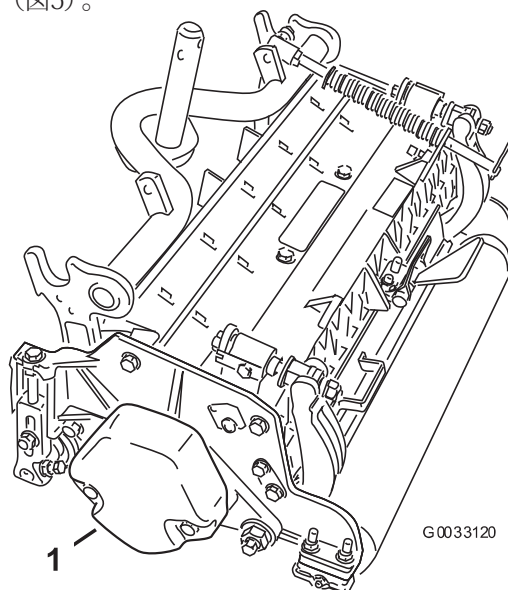

図5
1. 2 番、4 番、6 番カッティングユニットでは、カウンタ・ウェイトをカッティングユニットの左側に固定しているキャップスクリュー(2 本)を取る。カウンタ・ウェイトを取り外す（図5）。